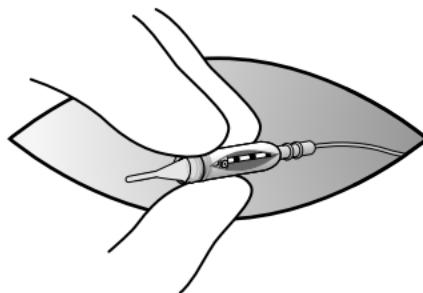

Figura 5. Blocco connettore a viti di arresto tenuto saldamente tra il pollice e due dita.
5. Tenere saldamente il blocco connettore tra il pollice e due dita per evitarne la rotazione (Figura 5).